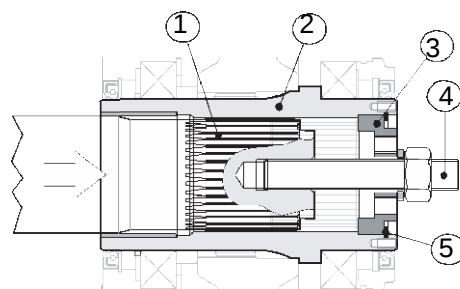

fig. 12
Quindi inserire nelle loro sedi prima il fondello (pos. 3), poi il seeger per interni (pos. 5), bloccando di conseguenza il fondello (pos. 3), a questo punto avvitando il dado della barra filettata si porta l'albero della macchina a battuta (vedi fig. 12).